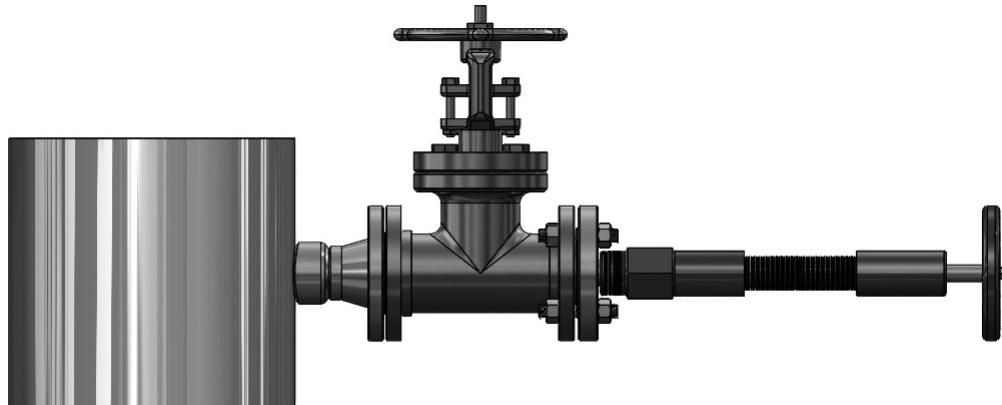

图 6. 在线开孔工具
- 当探头截止阀处于全开位置时，安装适当的在线开孔工具（参见图 6），并在管道上钻孔（孔径参看下表）。按照在线开孔工具的说明进行操作。